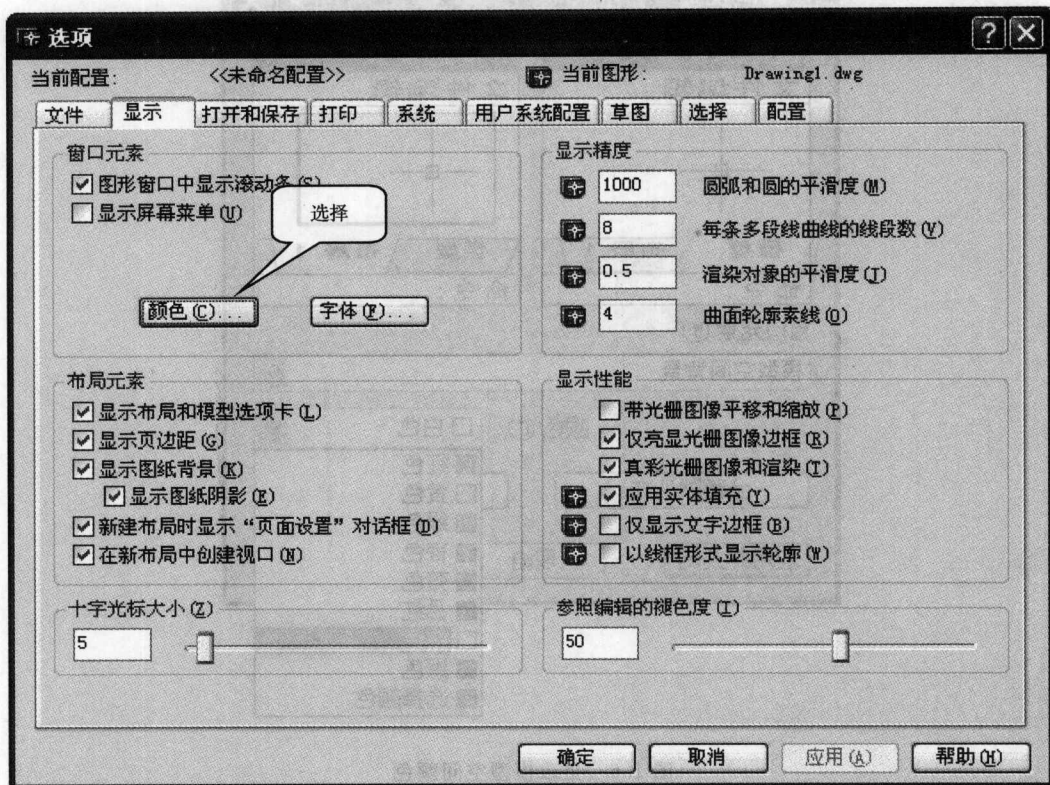
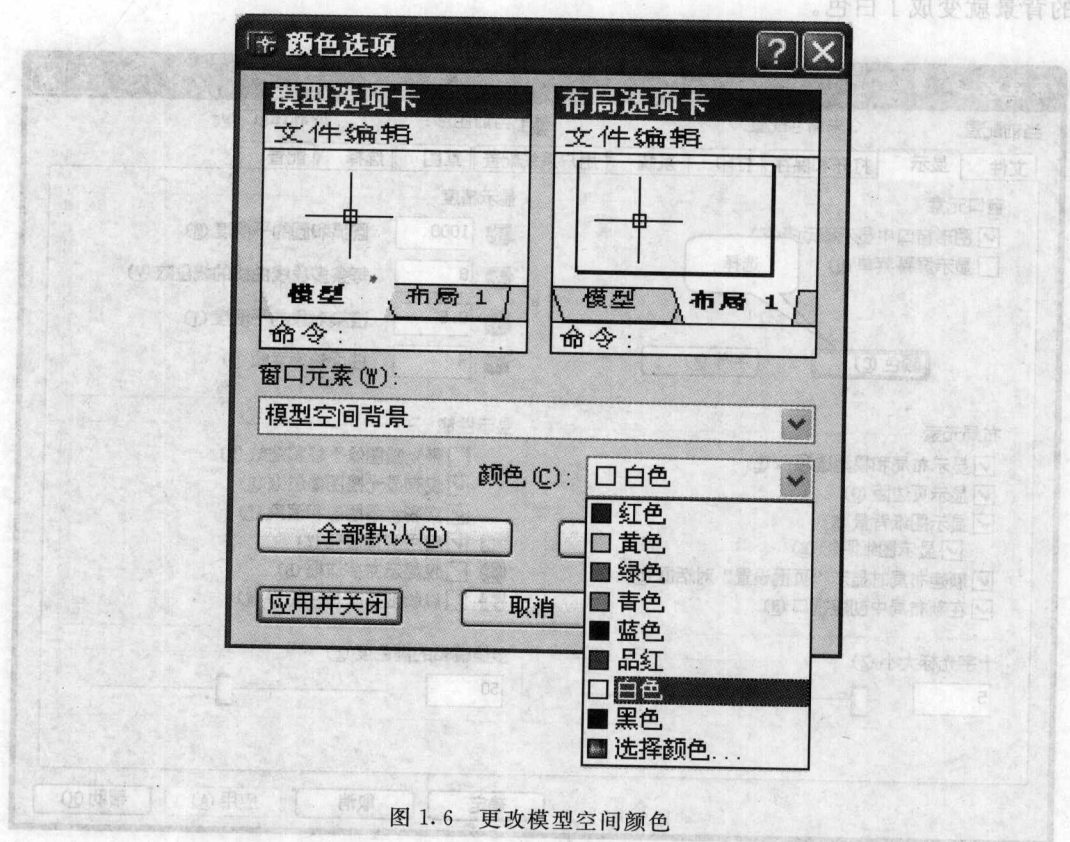

图 1.5 “选项”对话框中的“显示”选项卡
图 1.6 更改模型空间颜色
- 1) 选择菜单:工具\选项,打开“选项”对话框,选择“显示”选项卡,如图 1.5 所示,单击“窗口元素”区域中的“颜色”按钮,将打开如图 1.6 所示的“颜色选项”对话框。